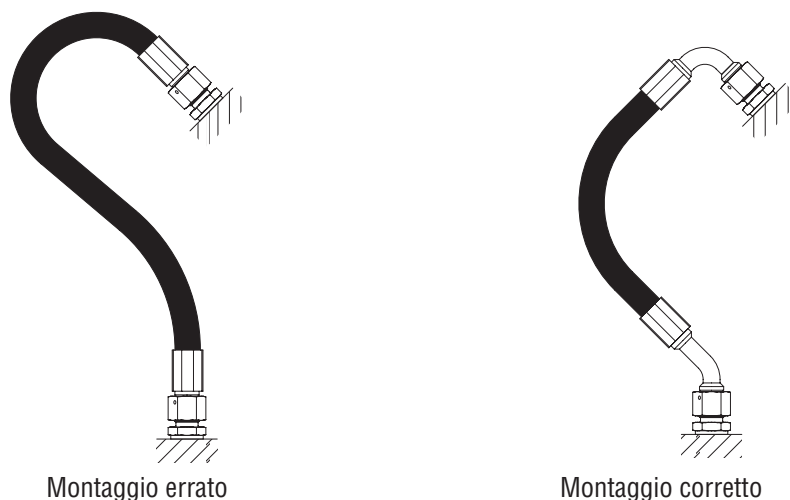

Fig. 5
5. Utilizzare raccordi adeguati per evitare sollecitazioni aggiuntive al tubo flessibile non desiderate (Fig.5).